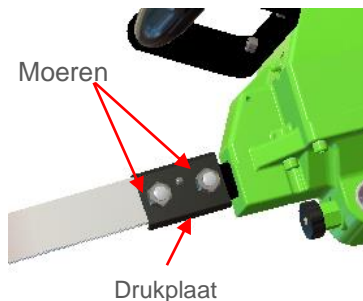

Fig. 3
- Plaats het gewenste zaagblad op de zaag. Draai hiervoor de moeren los (zie fig. 3), verwijder de drukplaat en plaats het zaagblad. Plaats de drukplaat en draai de moeren vast.